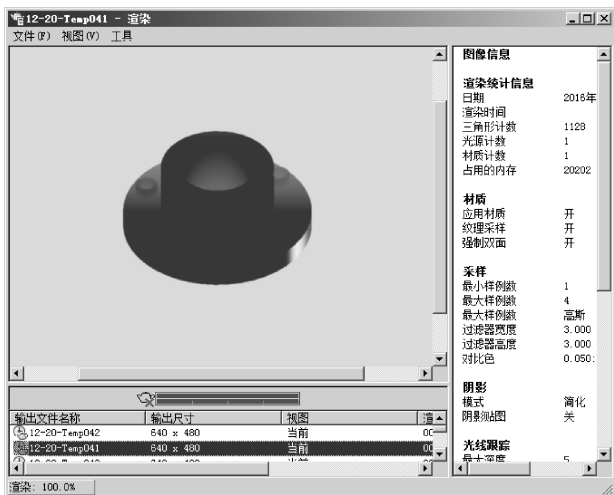

图 10-19 快速渲染
3) 在功能区单击“渲染”选项卡→“渲染”面板→“渲染”按钮，并设置“环境”，对“法兰盘”三维模型执行快速渲染，如图 10-19 所示。